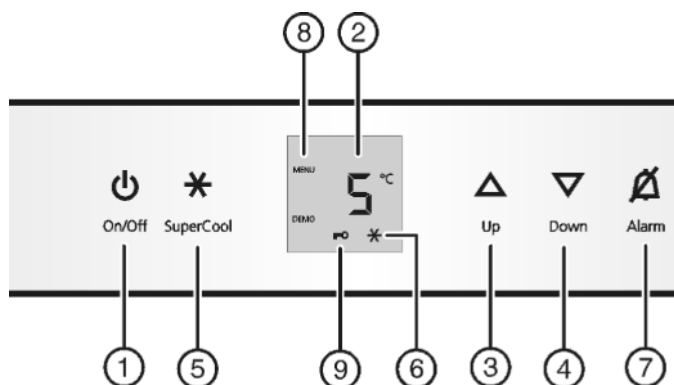

Fig. 2
- нажмите кнопку On/Off Fig. 2 (1).
- Активация режима настройки: удерживайте кнопку SuperCool Fig. 2 (5) прибл. 5 секунд.
- ▷ Символ меню Fig. 2 (8) горит.
- Коротко нажмите кнопку SuperCool Fig. 2 (5) для подтверждения.
- Для включения защиты от детей коротко нажмите клавишу SuperCool Fig. 2 (5).
- ▷ Символ "Защита от детей" Fig. 2 (9) горит. На индикации мигает **с**.
- Для выключения защиты от детей коротко нажмите клавишу SuperCool Fig. 2 (5).
- ▷ Символ защиты от детей Fig. 2 (9) гаснет. На индикации мигает **с**.
- Выход из режима настройки: нажмите кнопку On/Off Fig. 2 (1).
- Нажмите кнопку Alarm Fig. 2 (7).
- ▶ Установка более высокой температуры: нажмите кнопку настройки Up Fig. 2 (3).
- ▶ Установка более низкой температуры: нажмите кнопку настройки Down Fig. 2 (4).
- ▶ Коротко нажмите кнопку SuperCool Fig. 2 (5).
- ▷ На индикации горит символ SuperCool Fig. 2 (6).
- ▷ Символ SuperCool Fig. 2 (6) на индикации гаснет.